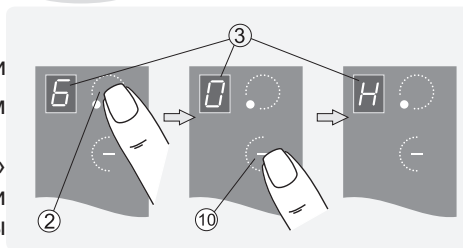

Рис.10
1. Работавшую конфорку перевести касанием зоны ② в режим управления (рис. 10).